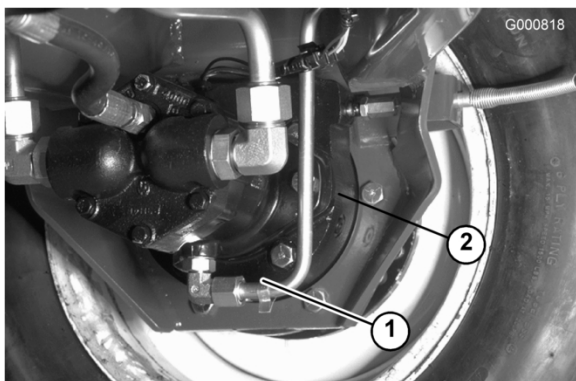

Figure 55
- Retirez les deux bouchons au bas du carter de frein pour permettre à l'huile de s'écouler (Figure 55).